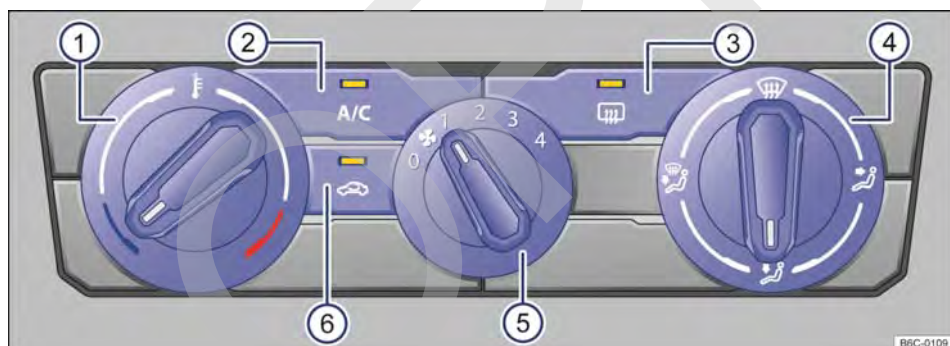

Fig. 83 Mandos del aire acondicionado.
- *Aire acondicionado*: girar el regulador del ventilador al nivel 0 → fig. 83 ⑤.
- *Aire acondicionado*: girar el regulador giratorio izquierdo → fig. 83 ①.
- *Aire acondicionado*: girar el regulador del ventilador → fig. 83 ⑤.
- *Aire acondicionado*: girar el regulador de la derecha → fig. 83 ④ a la posición deseada.
- *Aire acondicionado*: girar el regulador derecho a la posición **🌀** → fig. 83 ④.